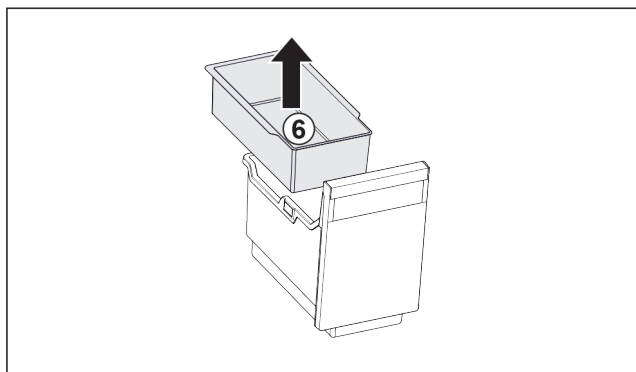

Fig. 34
- Odoberajte závesnú misku Fig. 34 (6).